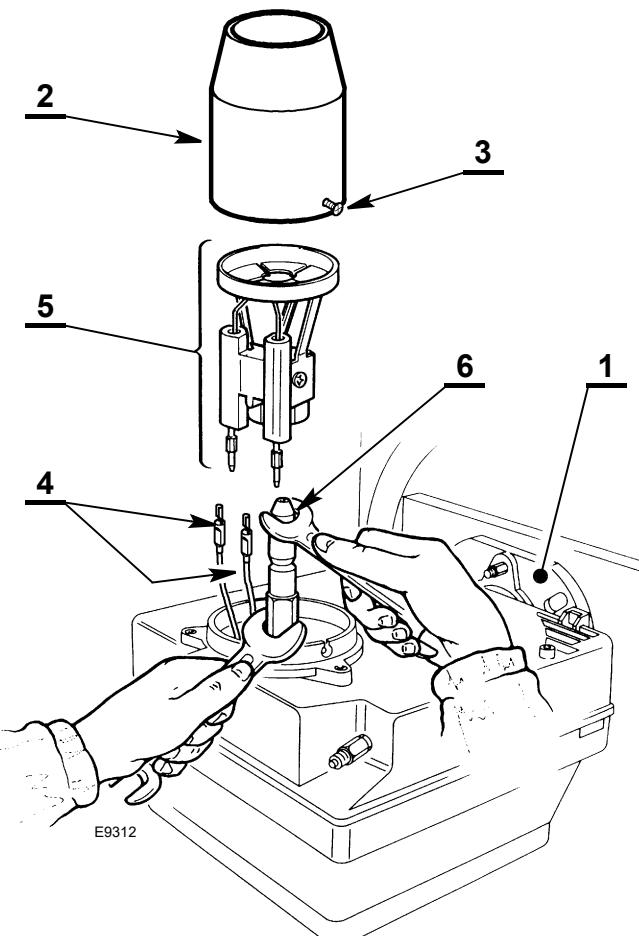

Fig. 12
- Enganchar el quemador a la brida 1) (Fig. 12), aflojar los tornillos 3), luego extraer el conjunto tubo llama 2).
- Sustituir y enroscar correctamente la boquilla 6) sujetándola como se muestra en la Fig. 12.